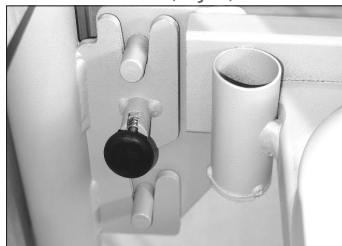

Fig. 4
3. Desenganche el pasador negro y bloquéelo en posición abierta girándolo 90°, luego una el bastidor al cabecero y al piecero (elementos idénticos), teniendo cuidado de insertar correctamente los pasadores metálicos en las ranuras correspondientes y de que las ruedas estén todas que las ruedas queden bloqueadas. Vuelva a insertar el pasador negro soltándolo (Fig. 4)